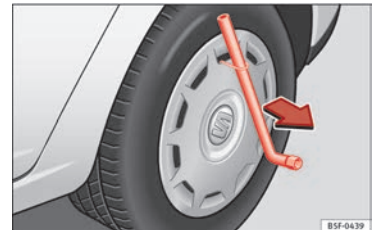

Abb. 65 Radvollblende abziehen.
- Radschlüssel durch den Drahtbügel schieben » Abb. 65 und die Radvollblende in Pfeilrichtung abziehen.